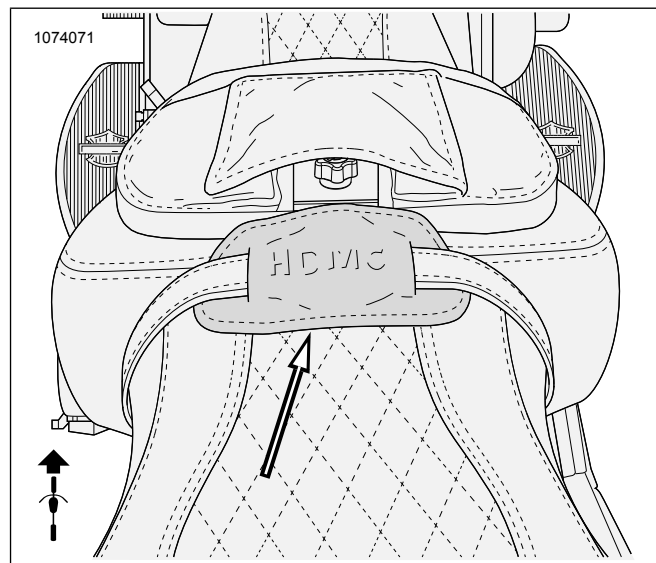

Figure 1. Cache-bouton du réglage posé
3. Faites passer la sangle de maintien dans le couvercle du bouton de réglage. Consultez Figure 1 .